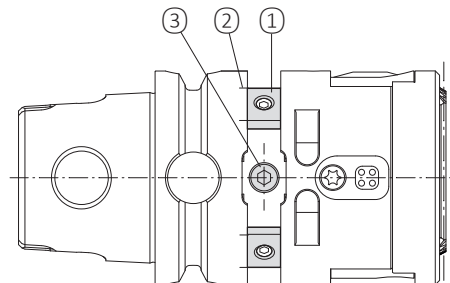

Fig. 8
4.4 Balanceamento (Fig. 8)
**Não é permitido usar a ferramenta sem o parafuso vedado ③ (Fig. 8) na entrada da ranhura de balanceamento.**